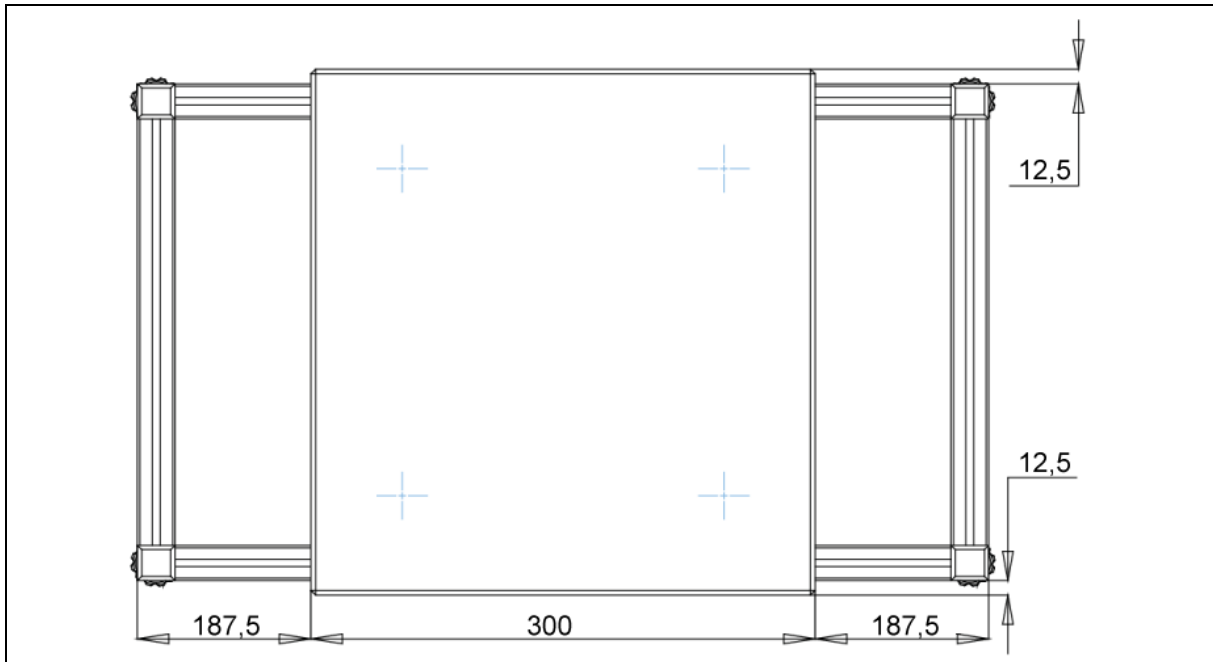

Fig. 5
7. Appliquer le bloc granitique et le centrer le plus exactement possible. Dans fig. 5 et 6 est montrée la table intérieure montée.